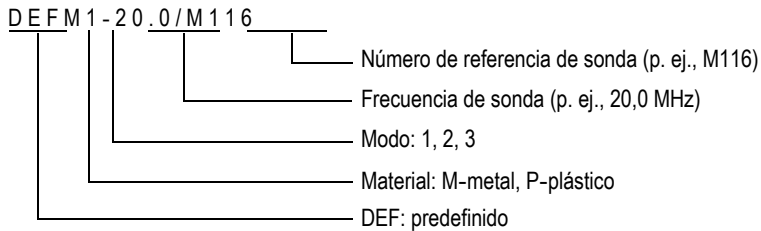

Figura 5-3 Selección de la configuración para una sonda monocristal
- c) En la pantalla **PREDEFINIDO** (véase la Figura 5-3 en la página 73), dentro de la lista de configuraciones predefinidas disponibles, resalte la configuración según la sonda que está utilizando.